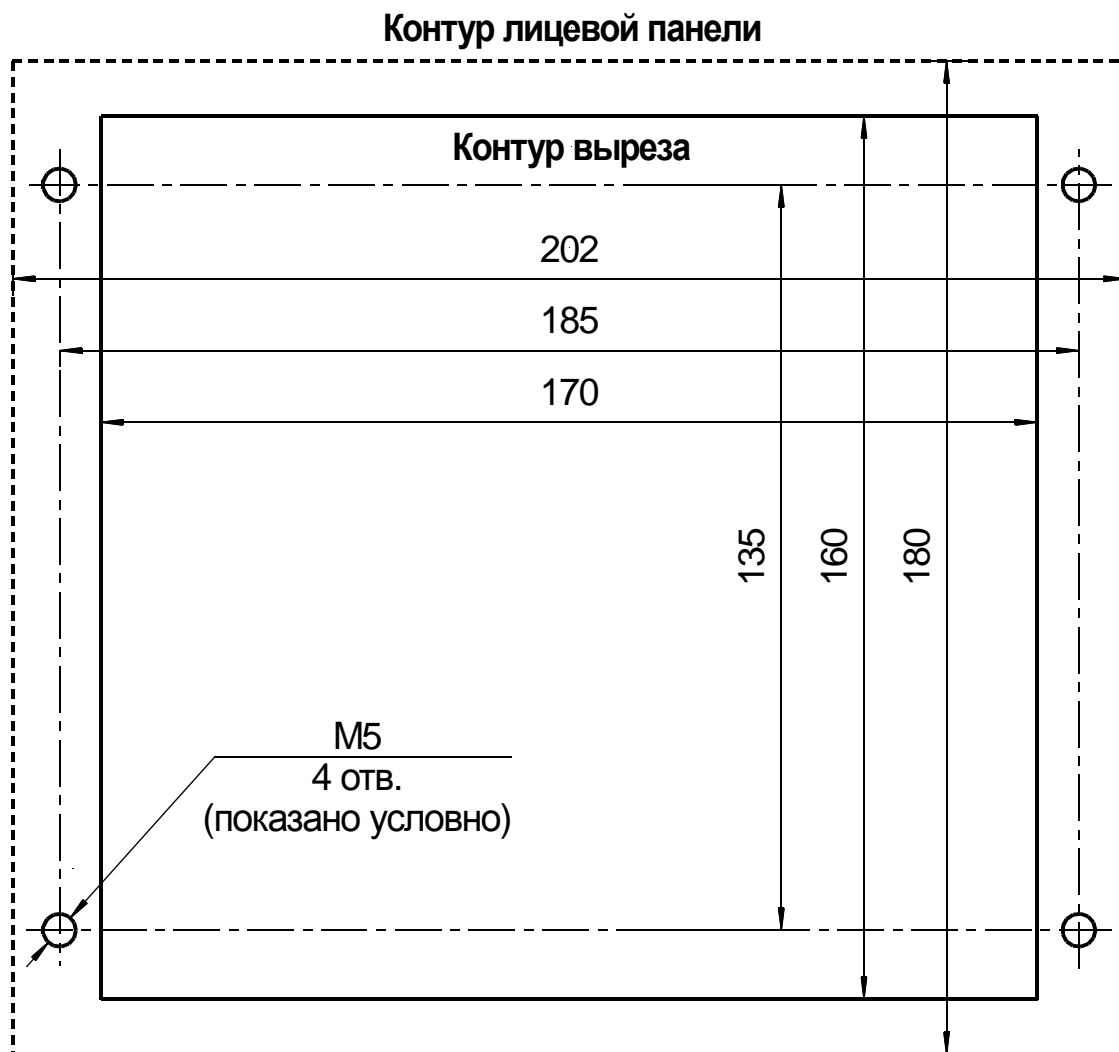

Рис. 1. Разметка под установку блока вызова.
2. Подготовьте нишу для установки блока вызова (см. разметку на рис. 1).